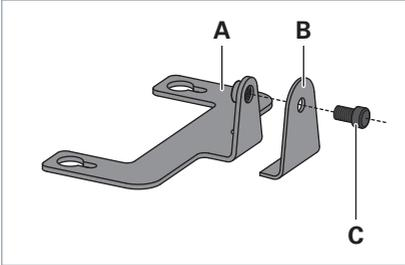

Fig. 8: Montaje de la escuadra de soporte.
- ▶ Monte la escuadra de soporte uniendo la escuadra **A** y la escuadra **B** con el tornillo **C**, véase Fig. 8.